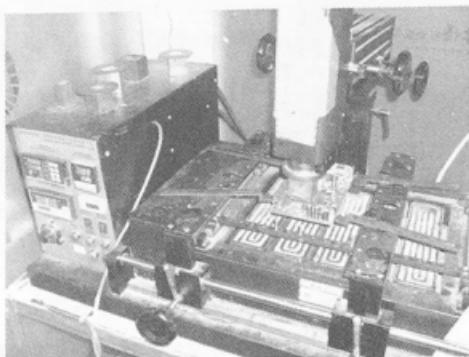

图 4-31 固定显卡
(5) 将显卡放置在 BGA 拆焊机上，设置好温度曲线，开始加焊，如图 4-31 所示。